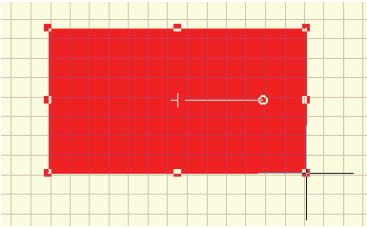

图 5-74 放置的填充
2) 执行该命令后，用户只需确定矩形块的左上角和右下角位置即可，如图 5-74 所示为放置的填充。